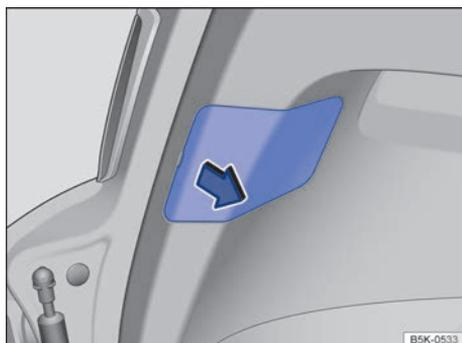

Fig. 174 En el portón del maletero: retirar la tapa.
3. Desmonte la tapa con cuidado en el sentido de la flecha, si fuera necesario haciendo palanca con la punta plana del destornillador de las herramientas de a bordo → fig. 174.